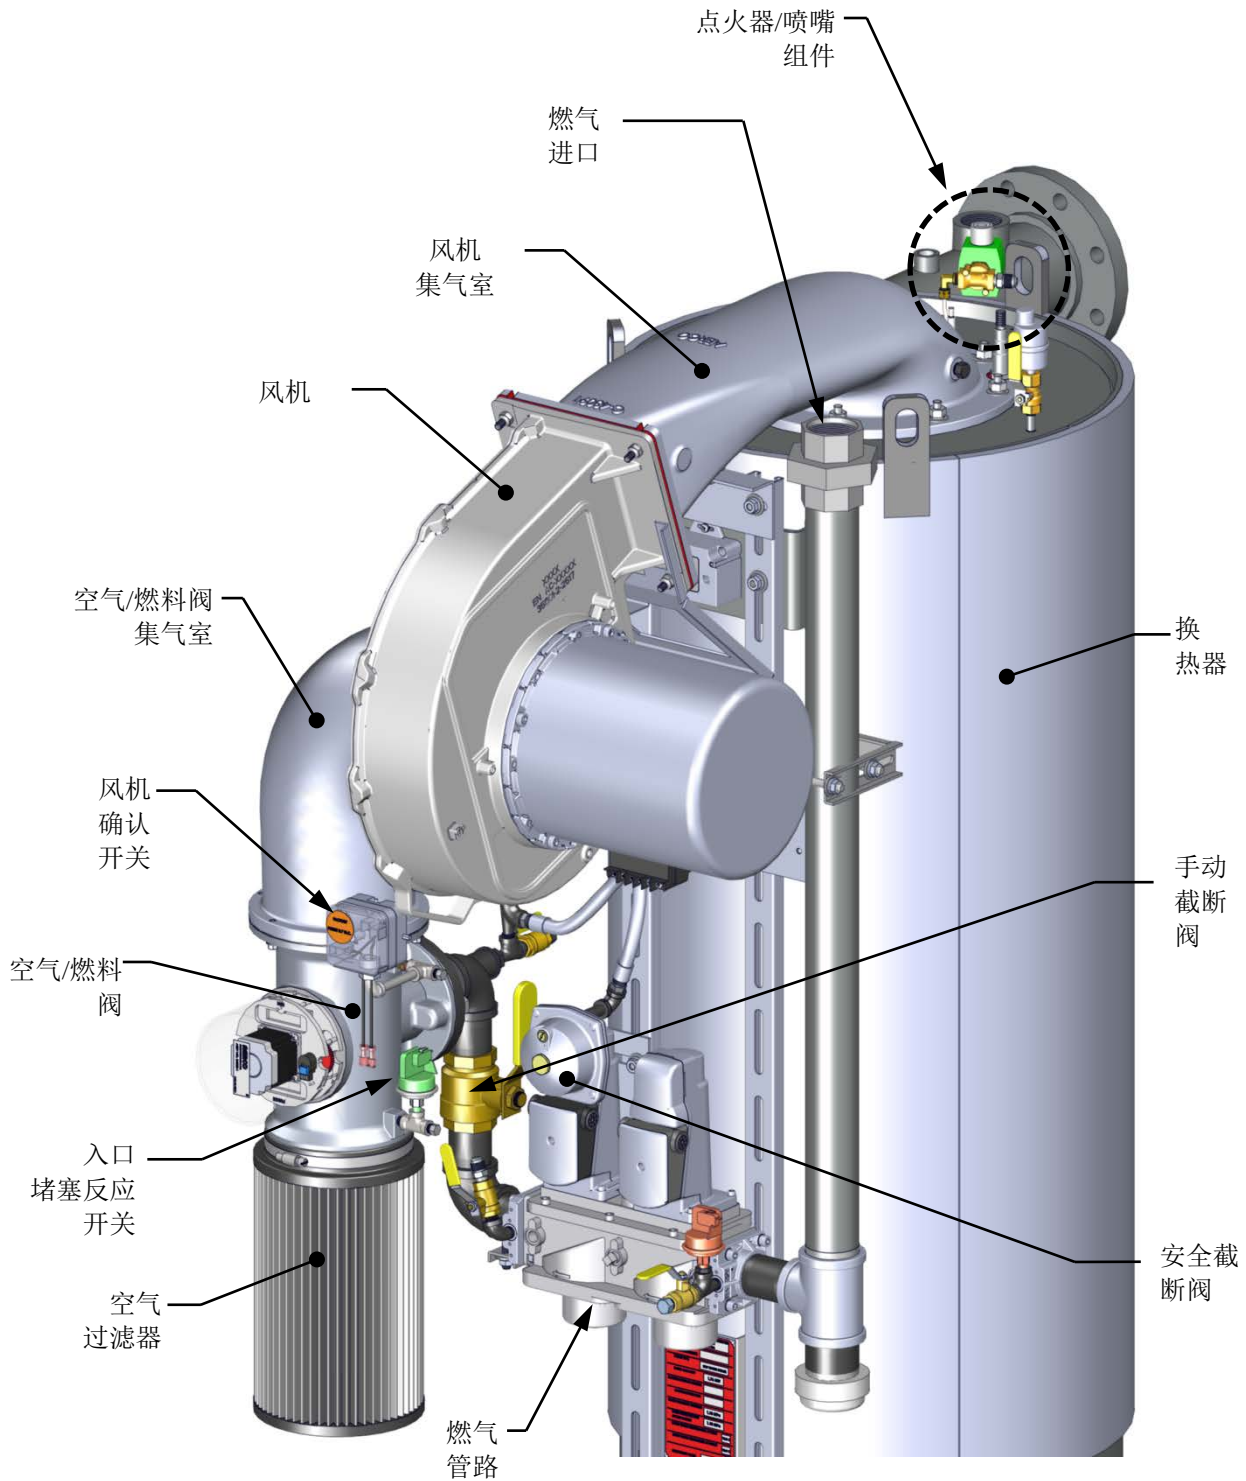

图 6-4: 锅炉- 部分视图
3. 关闭位于安全截断阀 (SSOV) 与空气/燃料阀之间的手动燃气截断阀 (参见图 6-4)。
8. 在确认火焰后，关闭位于 SSOV (图 6-4) 与空气/燃料阀之间的手动燃气阀。
这些测试将检查图 6-4 所示的风机确认开关和入口堵塞反应开关。
2. 请卸下空气过滤器 (参见图 6-4)。